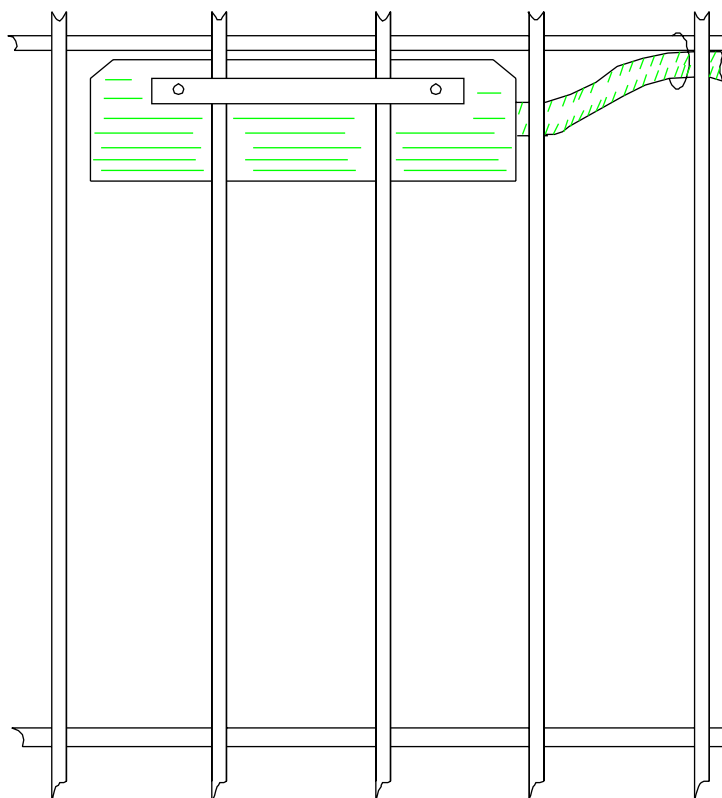

Рисунок 5.2
5.1.7. Смонтированную муфту закрепить в кожухе муфты (рис.5.2.).
- 11) собранную муфту с кожухом закрепить на СЗ (рис.5.2).